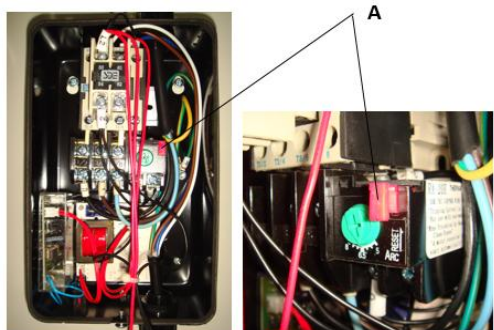

Рис. 17
2. Нажмите кнопку сброса (А, Рис. 17), чтобы сбросить реле перегрузки.